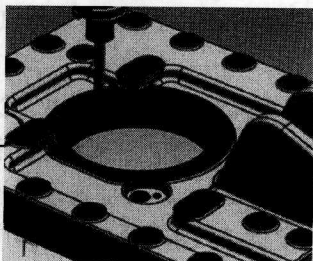

图 1-2
- ◆ 广泛应用于加工流程。Siemens PLM Software 利用其在 CAM 领域的全球领先地位，提供了更广泛的编程能力，使加工方法有了更好的灵活性。从基本车削、铣削和电火花切割编程到复杂的 5 轴、高速多功能加工，NX 工具轨迹处理器提高了程序质量和机床效率。NC 加工如图 1-2 所示。